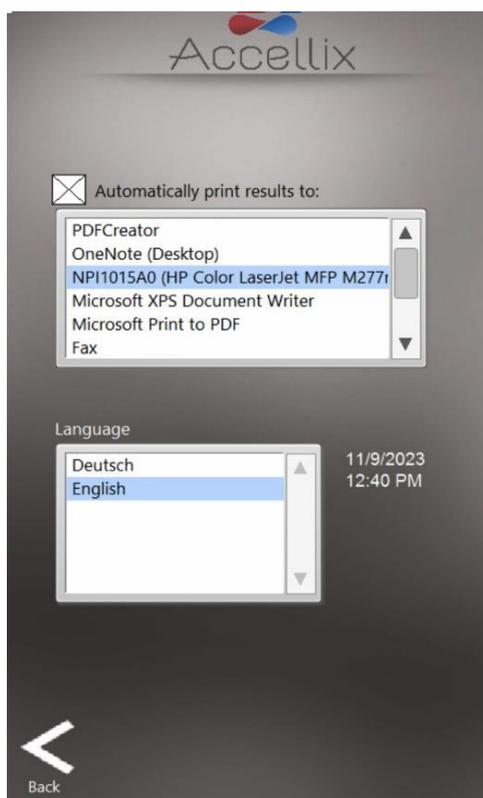

Figure 17 : écran Paramètres
3. Appuyez sur l'icône **Settings** (Paramètres)  en bas à droite de l'écran **Home** (Accueil) pour accéder à l'écran **Settings** (Paramètres) (Figure 17).